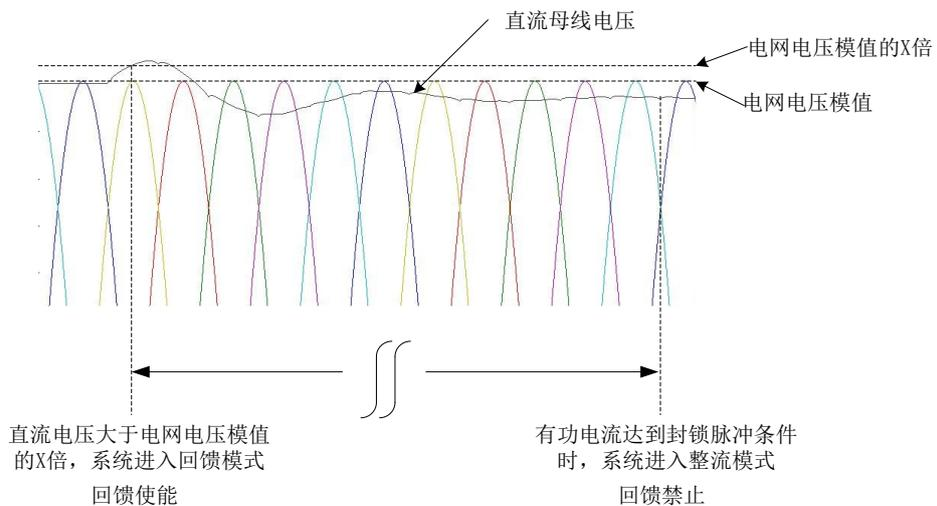

图 7-1 电压控制器脉冲控制示意图
**电压控制器功能说明** 电压控制器用于根据装置运行状态自动开启、关闭 IGBT 驱动脉冲，减少轻载情况下与电网间的无功电流。可通过 P198.0 使能或关闭电压控制器功能。电压控制器功能使能后，当系统检测到直流母线电压达到电网电压模值的 X 倍(X 由 P206 设定)或检测到装置有功电流(r205.1)较小时，系统解封 IGBT 驱动脉冲，否则封锁 IGBT 驱动脉冲，参见图 7-1。